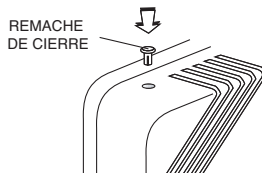

Figura 7
- (iii) Coloque de nuevo la tapa de la batería en la unidad. Inserte el remache de bloqueo blanco en el agujero y empuje completamente hacia su posición. Véase la Figura 7.